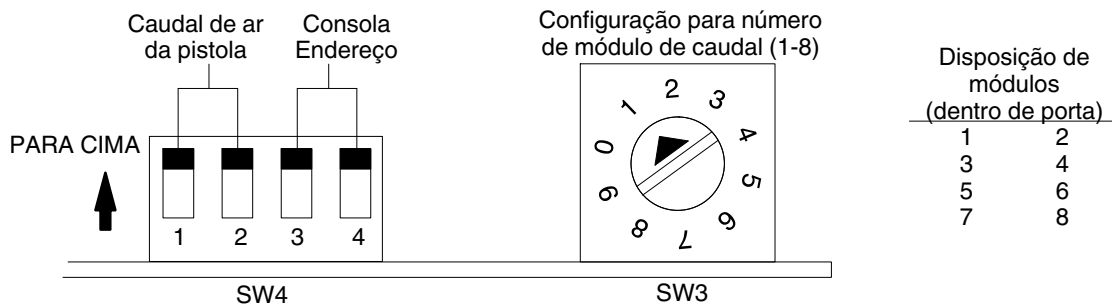

Figura 3-3 Endereço do módulo iFlow
Consulte a figura 3-3 e a tabela 3-1.
**Número do módulo (SW3):** Ajuste o interruptor DIP rotativo de cada módulo para o número de módulo correcto. Os módulos estão numerados como se mostra no diagrama de disposição dos módulos da figura 3-3.